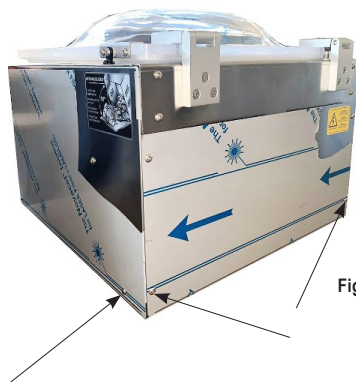

Fig. 6
- Accedere all'interno della macchina svitando le 2 viti posteriori e le 2 laterali del carter e facendo ruotare quest'ultimo a 90° (Fig. 6).